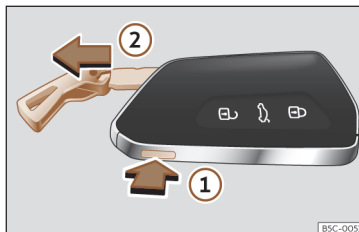

Fig. 76 Chave do veículo: retirar o palhetão.
- Se pressionar o botão»» Fig. 76 ① uma vez o palhetão desbloqueia-se e aparece uma argola em forma de porta-chaves.
- Mantenha o botão ① pressionado e, simultaneamente, puxe a argola na direção da seta»» Fig. 76 ② para retirar totalmente o palhetão.